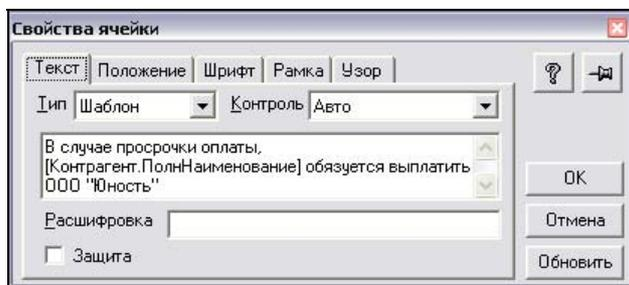

Рис. 5.83. Свойства ячейки
15. Теперь щелкаем правой кнопкой по ячейке **R29C2** и в контекстном меню выбираем **Свойства**. Появится окно, как на рис. 5.83.